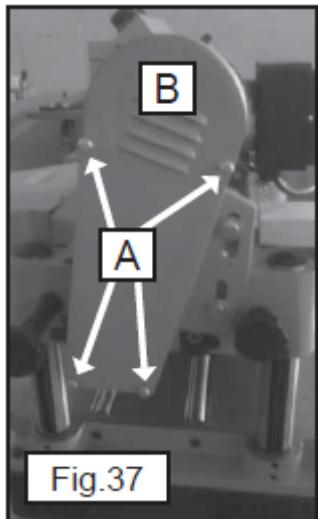
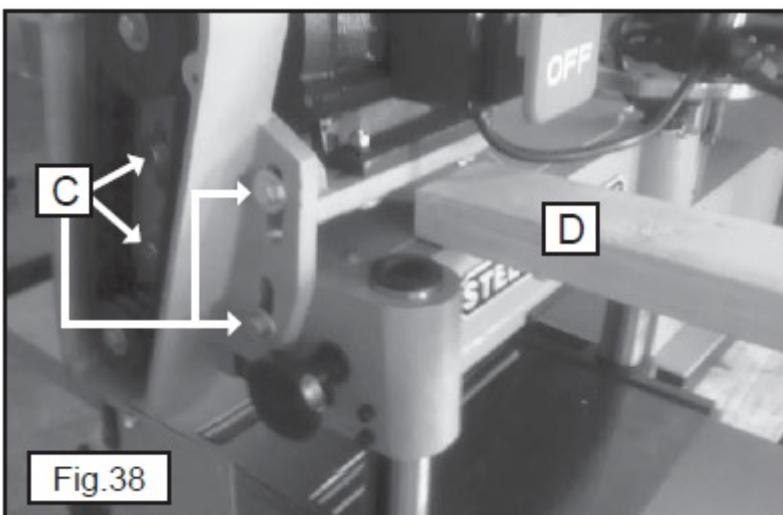

Рис. 37
Рис. 38
1. Вывернуть четыре болта (A), рис. 37, для снятия крышки (B) ограждения ремня и шкива.
2. Положить бруск 2 x 4 (D), рис. 38, между плитой двигателя и верхней частью литого корпуса головки.
3. Ослабить четыре винта (C), рис. 38. Поднимать плиту двигателя с помощью принципа рычага вверх до провисания ремня приблизительно на 6,4 мм по центру при лёгком нажатии пальцем.
4. Затянуть три винта (C), рис. 38, и поставить на место крышку (B) ограждения ремня и шкива, рис. 37.